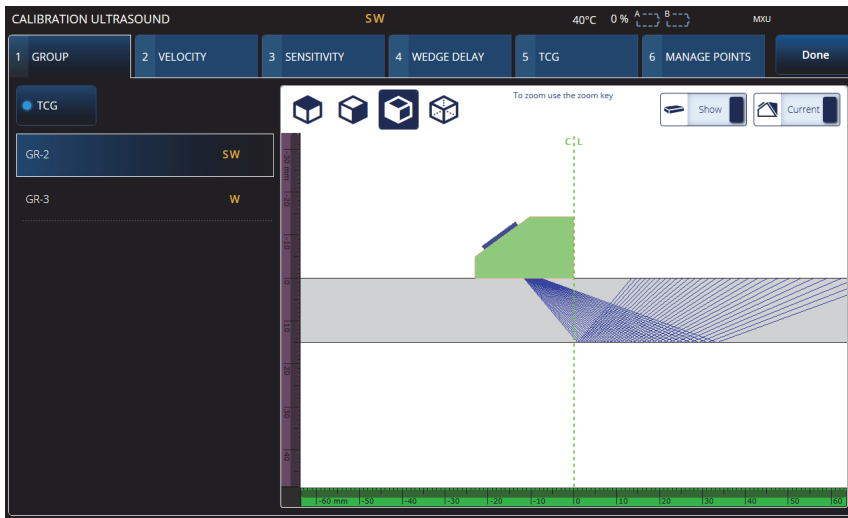

Figure 4-1 Étalonnage — Onglet Group (Groupe)
1. Sélectionnez  >  **Plan & Calibrate** > **Calibration Tools** (Planifier/étalonner > Outils d'étalonnage) pour accéder à l'assistant d'étalonnage **PA**, **UT** ou **TFM** (Figure 4-1 à la page 182). Consultez « Étalonnage TOFD » à la page 202 pour effectuer un étalonnage TOFD. Comme l'assistant de plan d'inspection, l'assistant d'étalonnage comporte un flux de travaux divisé en plusieurs onglets ou sections (pour différents types d'étalonnage).
2. Dans la liste **Groups** (Groupes) [Figure 4-1 à la page 182], sélectionnez le groupe à étalonner. Pour un groupe UT, choisissez également la méthode de mesure à étalonner : **TCG**, **DAC** ou **DGS**.